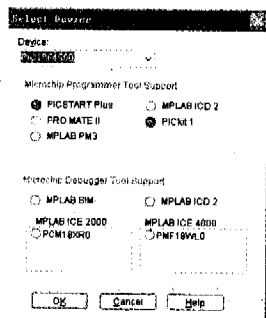

图2
2. 接通ICD2电源和目标板电源,运行MPLAB-IDE软件,执行菜单“Configure>Select Device”,选择需要调试/烧写的芯片型号,如PIC18F8550,按“OK”,见图2。